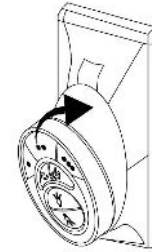

Fig. 25
Étape 1. Pour placer l'émetteur dans la plaque murale, insérez d'abord l'extrémité inférieure, puis appuyez sur le haut dans la plaque murale. L'émetteur est maintenant maintenu dans la plaque murale et fonctionnera à partir d'ici. (Fig.25)